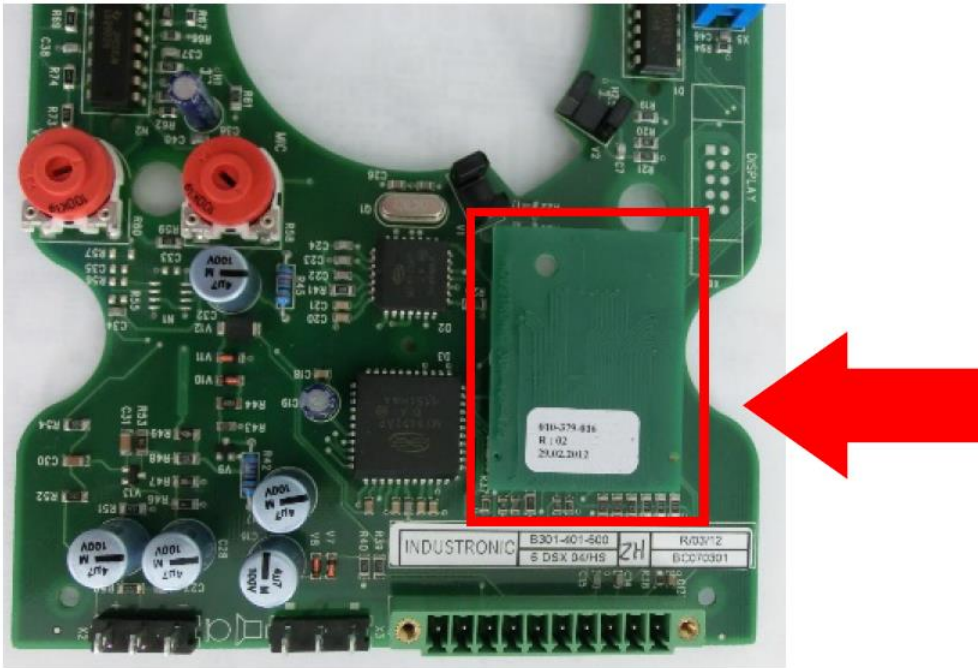

Рисунок 23
5.2.3 Установите модуль контроллера в переговорное устройство (рисунок 23). После установки контроллера подключите и установите на место переднюю крышку.